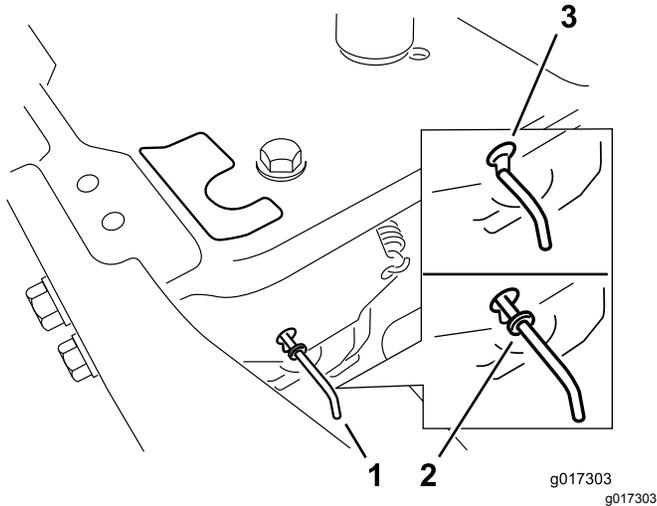

図 20
4. バイパスレバーをキー穴に沿って前に動かし、更に下に動かしてロックする 図 20。
バイパスレバーをキー穴に沿って後方に動かし、更に下に動かしてロックする 図 20。